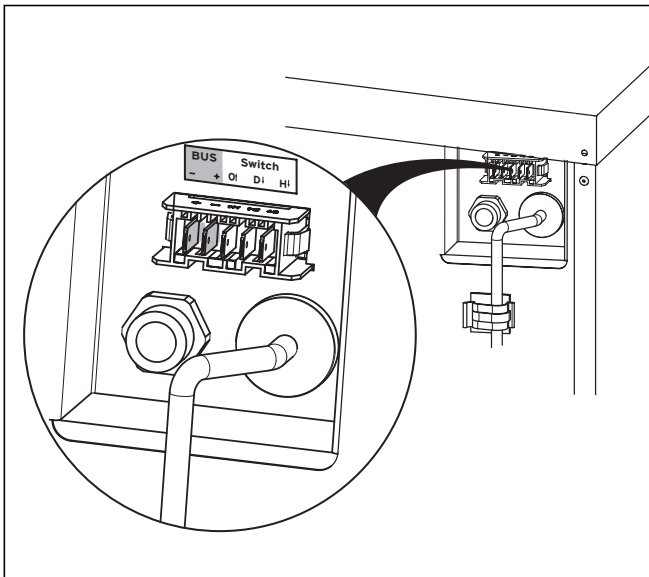

Abb. 4.13 Elektrischer Anschluss der Fernbedienung
- Schließen Sie das Steuerkabel entsprechend der Abb. 4.13 an die eBUS-Klemmen „+“ und „-“ an.